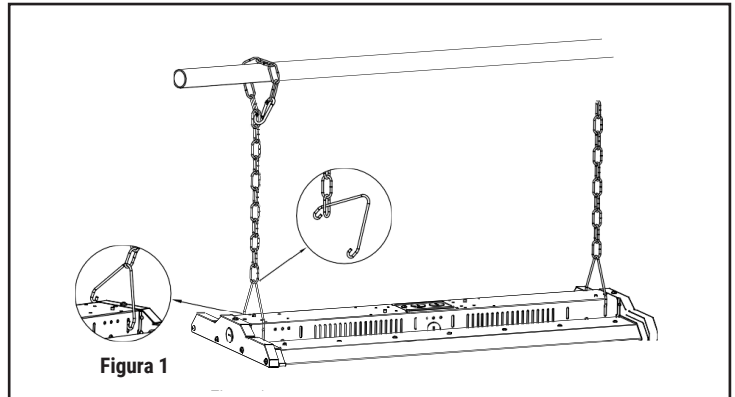

Figura 1
8. Para suspender la luminaria de montaje alto de las cadenas, enganche los ganchos en V incluidos en los orificios de las tapas de extremo. Fije la cadena a una estructura fija y firme, y luego enganche un extremo de la cadena a los ganchos en V. Ver **Figura 1**